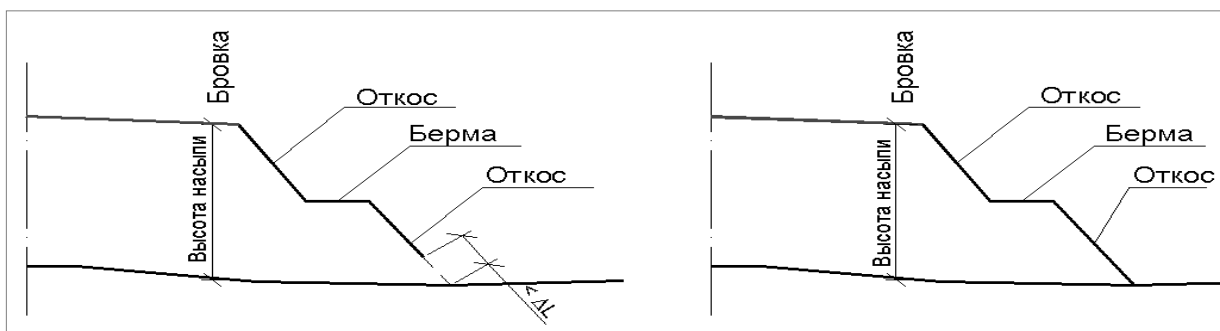

Рис. 24. Удлинение откоса
- Во-вторых, параметр определяет максимально допустимое увеличение длины откоса по сравнению с заданной геометрией (рис. 24).